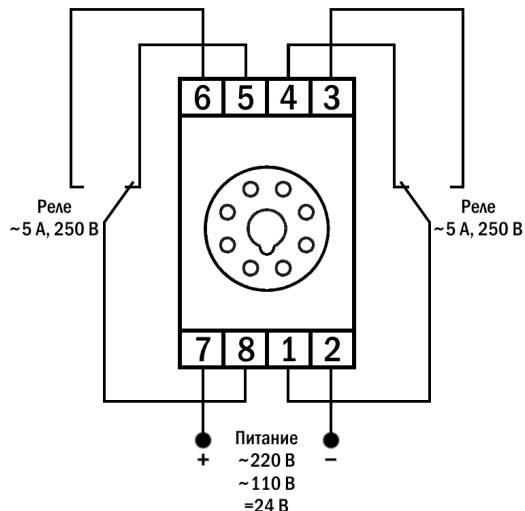

Рис. 2
- Подключите к клеммной колодке питание и выводы управляемой цепи согласно схемам подключения (рис. 2 и 3).